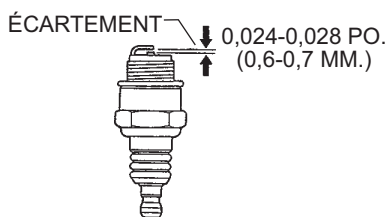

Figure 32. Écartement des électrodes de bougie
- Retirer et nettoyer la bougie d'allumage (figure 32), puis régler l'écartement des électrodes à 0,024 ~ 0,028 po (0,6 - 0,7 mm). La machine est dotée d'un système d'allumage électronique qui ne nécessite aucun réglage.